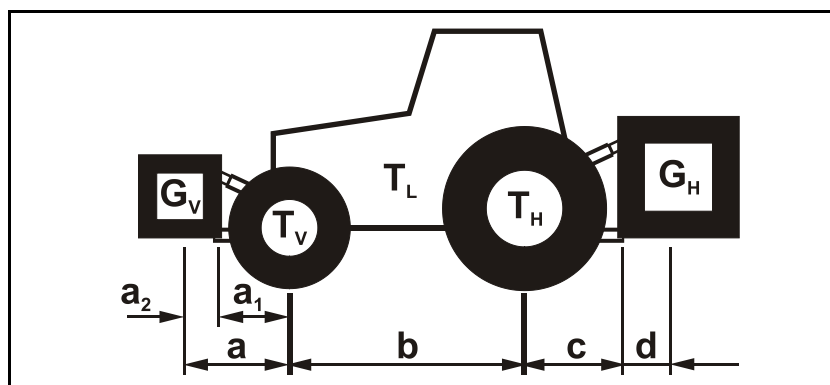

Bild 51
3. Dra skyddstratten (Bild 51/1) till monteringsläge.
4. Dra bort halva skyddet (Bild 51/3)